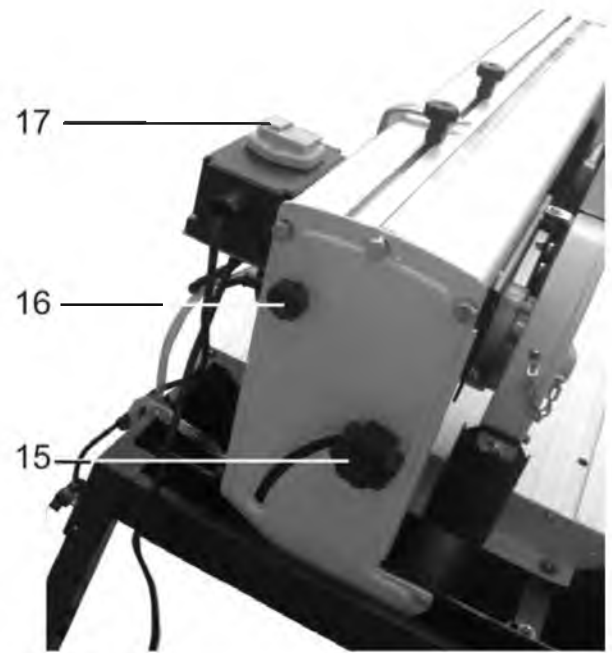

Рис.3
10.2. Регулировка угла наклона резания (Рис. 3,8)